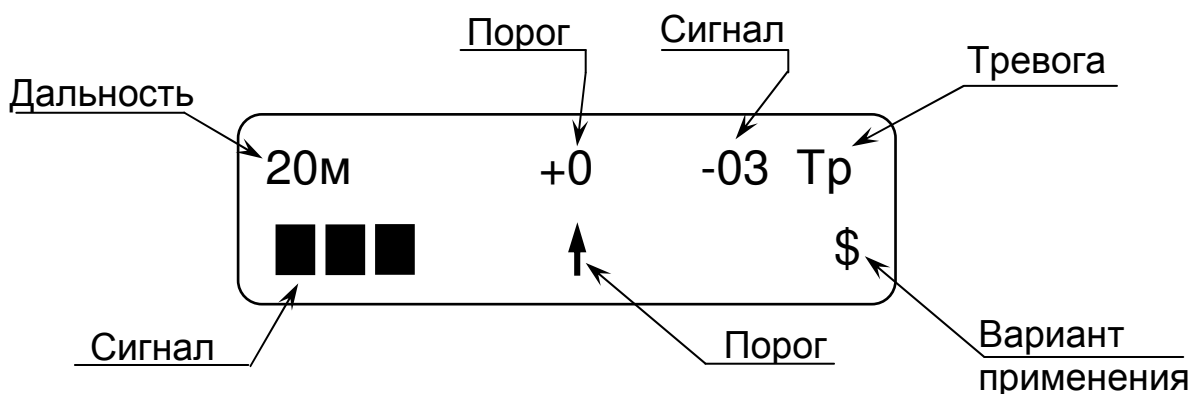

Рисунок 21 – Окно индикации параметров извещателя АНЧАР-40
2.11.4 *Индикация напряжения питания* производится после перевода ПК в режим индикации одновременно с индикацией наименования подключенного извещателя. Если напряжение питания 10,2 В и выше, после индикации в течение пяти секунд значения напряжения питания в вольтах ПК переходит в режим отображения остальных параметров (см. рисунок 21). Если напряжение питания ниже 10,2 В (пониженное) ПК вместо представленных на рисунке 21 параметров индицирует значение напряжения питания в виде мигающих символов.
Индикация помехи: значок «!|» на месте значка «Тр», см. рисунок 21) дублирует световую индикацию в КР извещателя.
Индикация неисправности: значок «Ав» на месте значка «Тр», см. рисунок 21) дублирует извещение сформированное извещателем. При включенном зуммере ПК звучит звуковой сигнал.